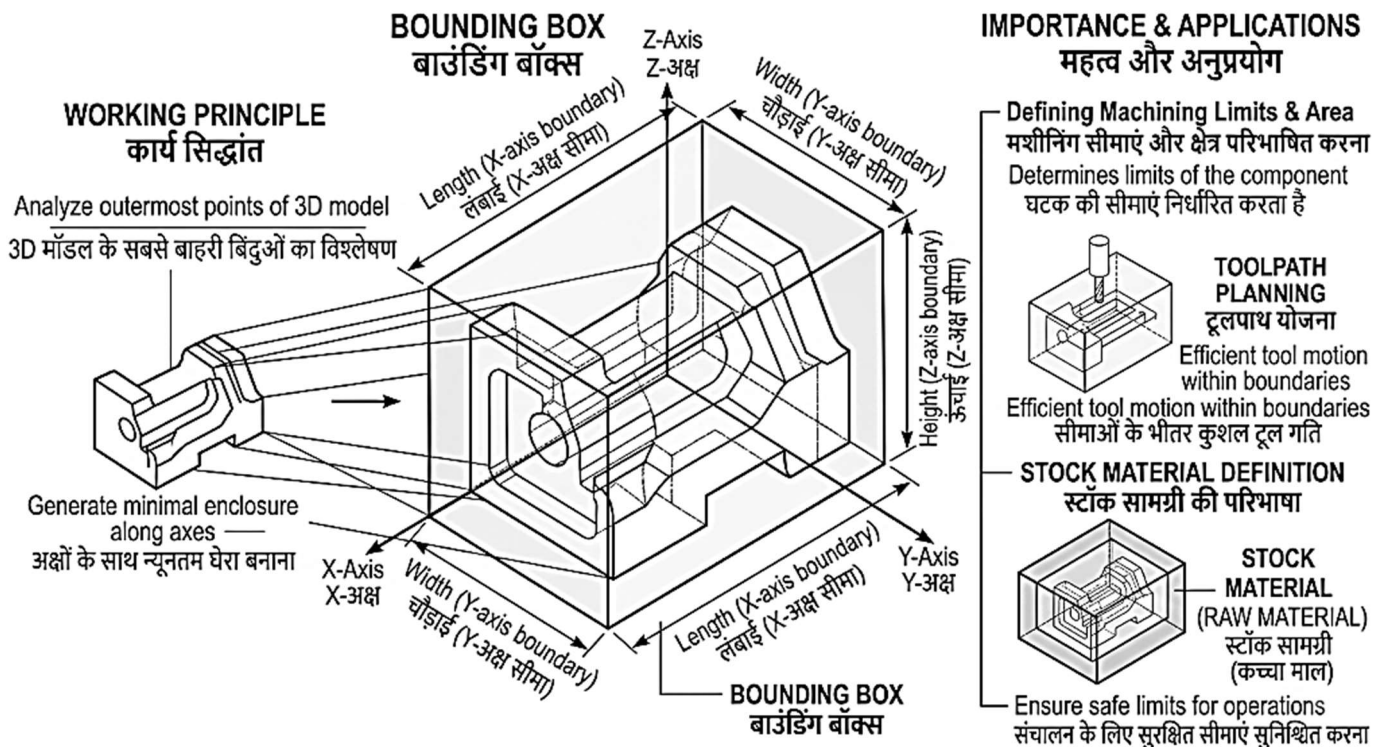

Fig. 12.2: Bounding Box for CAM Machining Limits | CAM मशीनिंग सीमाओं के लिए बाउंडिंग बॉक्स
12.2.1 Definition of Bounding Box in CAM Modeling (Fig. 12.2)
12.2.1 CAM मॉडलिंग में बाउंडिंग बॉक्स की परिभाषा (Fig. 12.2)